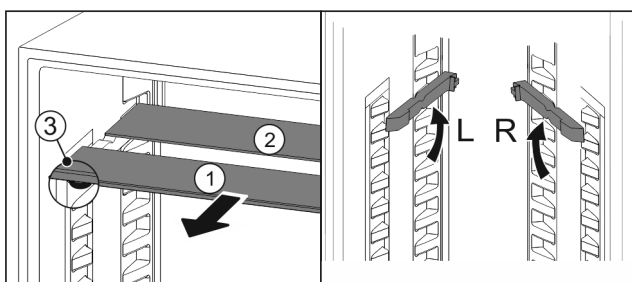

Fig. 137
- ▶ Wyciągnąć Fig. 137 (1) pojedynczo półki szklane do przodu.
- ▶ Płyta szklana Fig. 137 (1) z listwą ozdobną znajduje się z przodu.
- ▶ Stopery Fig. 137 (3) wskazują w dół.